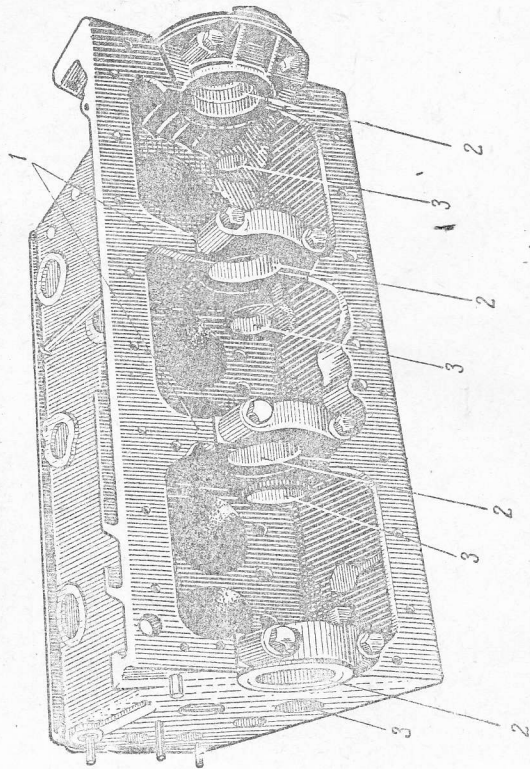

Рис. 25. Картер двигателя:
3) Картер (рис. 25) служит опорой для коленчатого и распределительного валов. Он выполняется в одной отливке с блоком цилиндров, и его стенки являются продолжением стенок блока. Картер имеет перегородки 1, в которых располагаются постели 2 коренных подшипников, коленчатого вала и гнезда опорных шеек распределительного вала 3.